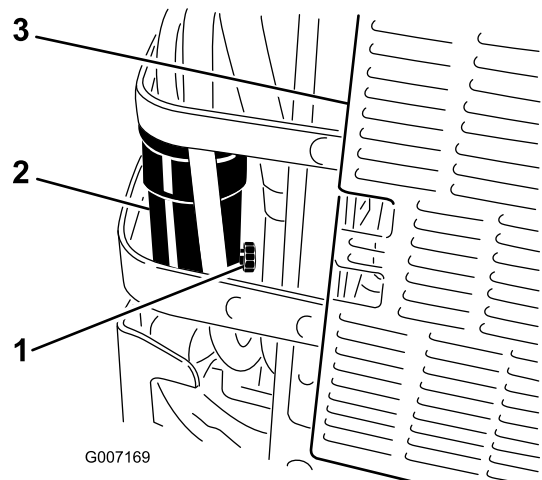

Figura 43
6. Abra la válvula de drenaje del separador de agua aproximadamente una vuelta para que se vacíen el agua y otros contaminantes (Figura 43).
7. Cierre la válvula de drenaje cuando salga solamente diésel combustible (Figura 43).